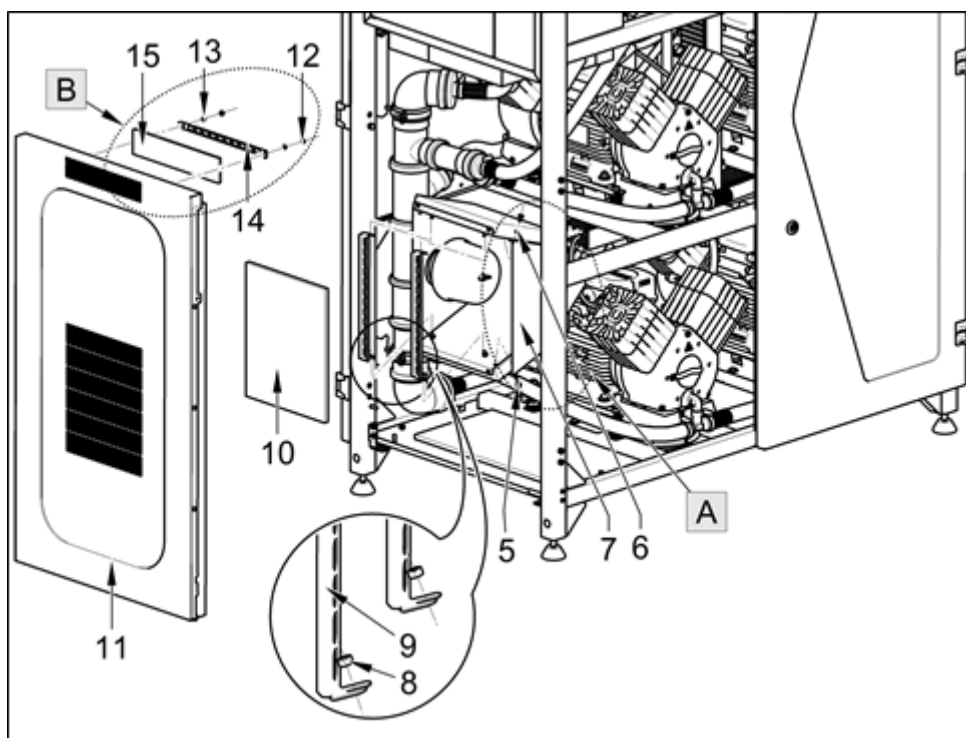

Рис. 27: Очистка/замена всасывающего фильтра компрессора
- В точке А удалите пену, 4 винта (5), шайбы (6) и снимите крышку всасывающего фильтра (7) (Рис. 27).
- Открутите 2 гайки (8) на кронштейне (9) фильтра и снимите фильтр (10).
- В точке В (на боковых поверхностях (11)) снимите 2 гайки (12), шайбы (13), кронштейн фильтра (14), а затем и сам фильтр (15).